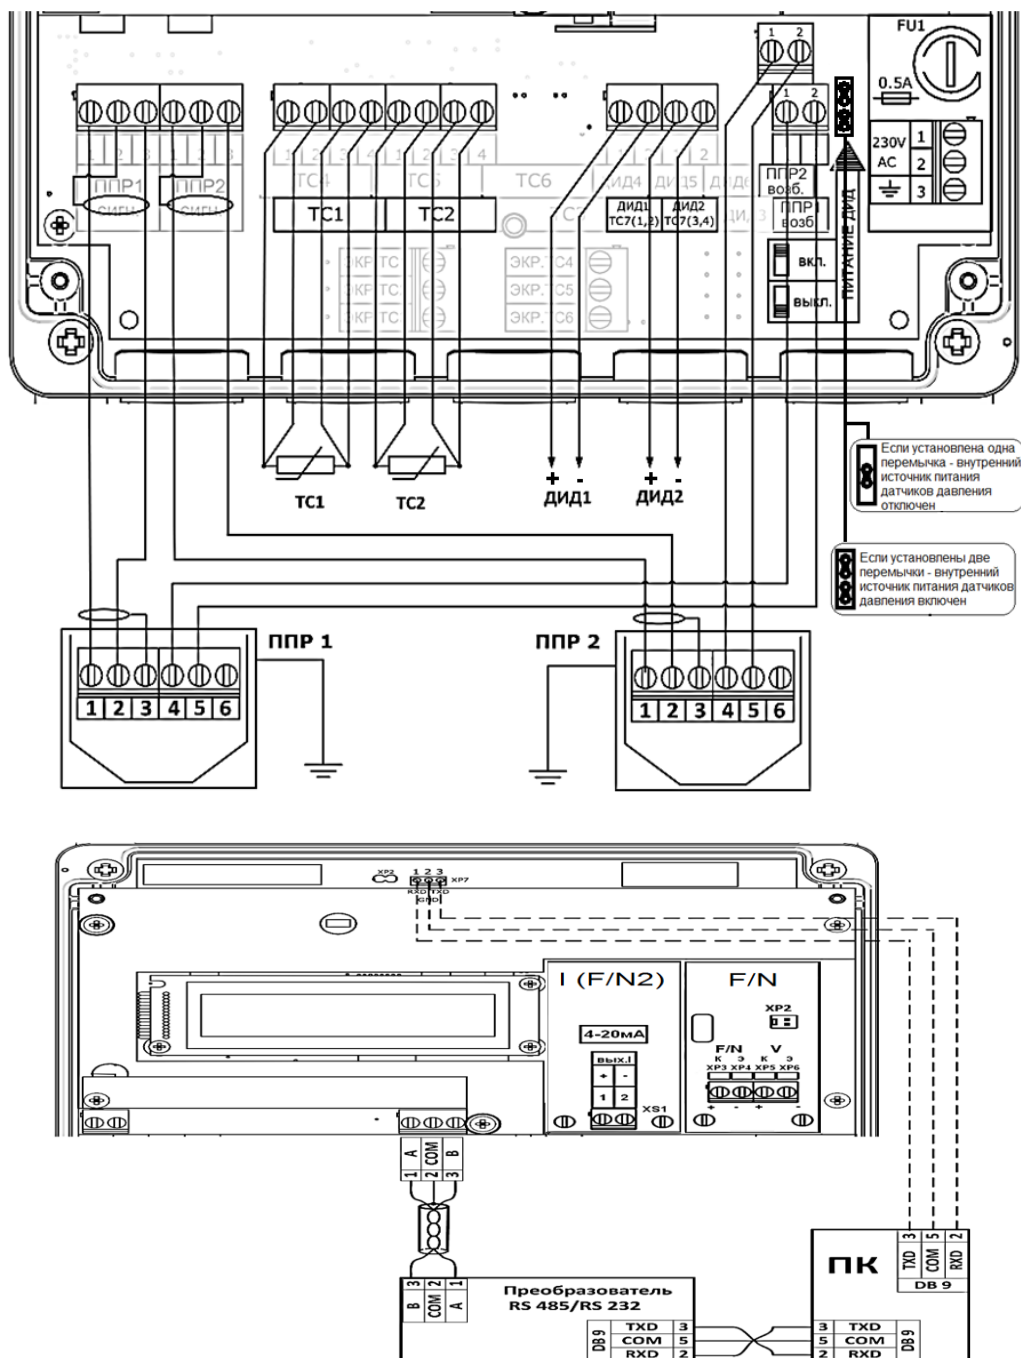

Рисунок 6.9
соответствии со схемой на рис. 6.9. Для запитывания датчиков давления должны быть установлены две перемычки. Если расходомер поставляется без встроенных источников питания, должна быть установлена одна перемычка (см. рис. 6.9).
6.7.1 Для проведения монтажа линий связи необходимо отвернуть 4 винта на передней панели ПМ и снять переднюю панель. После этого освобождается доступ к разъемам и клеммникам для подсоединения внешних цепей (см. рисунок 6.9).